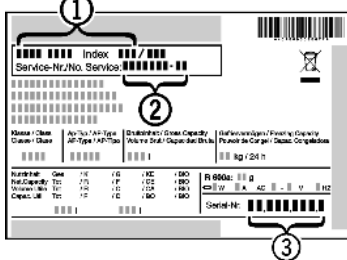

Fig. 42
- ▶ Z typového štítku vyčítajte označenie zariadenia Fig. 42 (1), servisné č. Fig. 42 (2) a sériové č. Fig. 42 (3). Typový štítok je na ľavej vnútornej strane zariadenia.